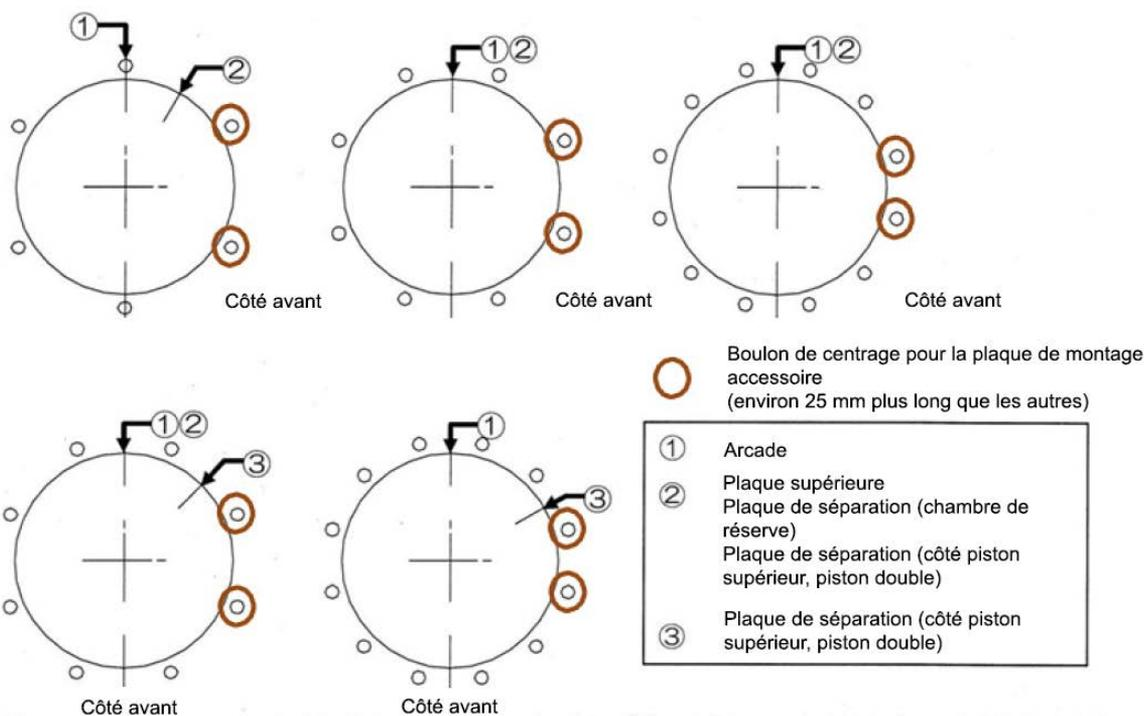

Figure 19 - Position des boulons de centrage
12. Assurez-vous que les raccordements d'air sont correctement positionnés. Placez les boulons de centrage dans les trous de la plaque supérieure et de l'arcade. Installez les rondelles à ressort et les écrous, en les serrant légèrement à la main. Installez les rondelles à ressort et les écrous sur le côté inférieur de l'arcade, en les serrant à la main. Assurez-vous que la position des boulons de centrage (mesurant environ 25 mm de plus que les autres) de la plaque de montage accessoire, si elle est présente, correspond à celle indiquée dans la Figure 19.